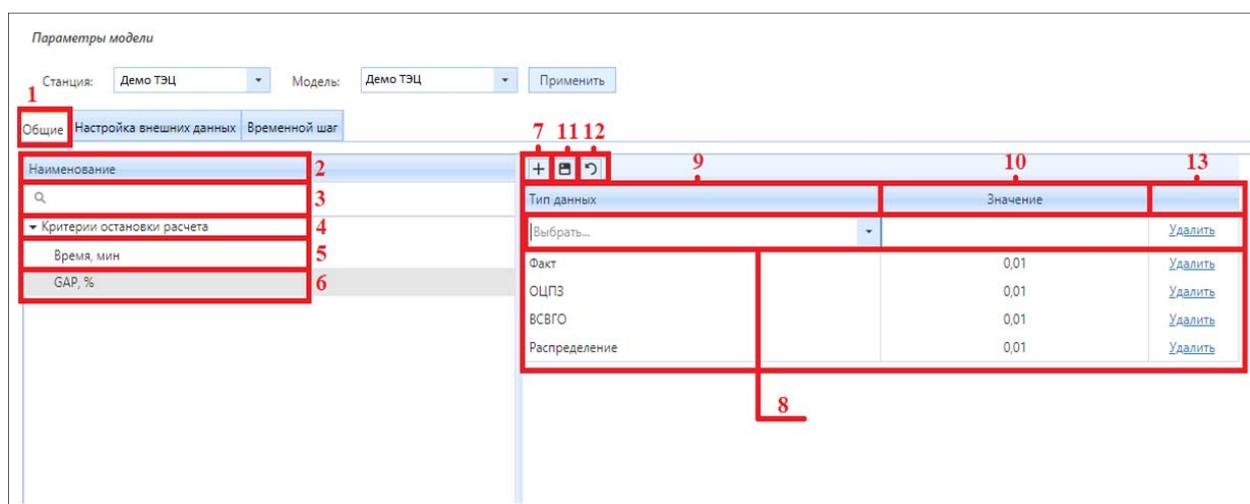

Рисунок 4.2.7 – Визуализация настройки специального критерия остановки расчета GAP
Для создания настройки специального критерия остановки расчета GAP в колонке «Наименование» (блок 2) (рис. 4.2.7) разверните выпадающий список «Критерий остановки расчета» (блок 4) (рис. 4.2.7), выберите «GAP, %» (блок 5) (рис. 4.2.7). Для оперативного поиска критерия в колонке «Наименование» реализована строка поиска (блок 3) (рис. 4.2.7). Для добавления новой настройки нажмите на кнопку (7) «Создать строку» (рис. 4.2.7), автоматически на экране появится строка, в которой необходимо заполнить колонки записями. В колонке (9) «Тип данных» (рис. 4.2.7) выберите из выпадающего списка конкретный тип расчета (Факт, Распределение и т.д.), для которого необходимо внести настройку. В колонке (10) «Значение» (рис. 4.2.7) значение в процентах, которое будет являться критерием
останова для проводимого оптимизационного расчета (например, если модель нашла оптимальное решение со сходимостью в 0,01%, то дальнейший поиск прекращается). Далее нажмите кнопку (11) «Сохранить изменения» (рис. 4.2.7) для подтверждения введенных записей в строке. Для отмены введенной записи нажмите на кнопку (12) «Отменить изменения» (рис. 4.2.7). **Обратите внимание, что для конкретного типа расчета в данной настройке специального критерия gap допускается только одна строка с записью.**
Для редактирования настройки критерия GAP выделите необходимую строку с записью (выделенная строка отобразится серым цветом). Затем двойным кликом мыши нажмите на редактируемую запись. Внесите изменение в записи. Далее нажмите на кнопку (11) «Сохранить» (рис. 4.2.7) для сохранения внесенных изменений. Для отмены редактирования записи нажмите на кнопку (12) «Отменить изменения» (рис. 4.2.7).
Для удаления настройки критерия GAP выделите необходимую строку с записью нажатием левой кнопкой мыши (выделенная строка отобразится серым цветом). Нажмите на ссылку – «Удалить» в колонке (13) (рис. 4.2.7). После нажатия выделенная запись подсветится зеленым цветом, а ссылка «Удалить» изменится на «Восстановить», предназначенная для восстановления записи. Далее нажмите на кнопку (11) «Сохранить» (рис. 4.2.7) для подтверждения действия. Для отмены действия нажмите на кнопку (12) «Отменить изменения» (рис. 4.2.7).